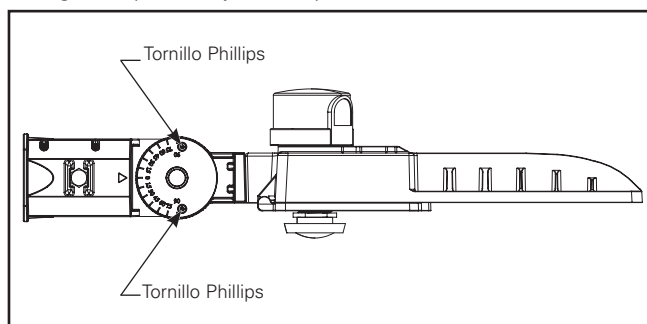

Figura 2.
1. Retire la placa de la cubierta en el brazo de montaje del conector deslizante mediante los dos tornillos de cabeza Phillips y déjela a un lado (Figura 2). No es necesario que quite completamente los cuatro tornillos de cabeza Phillips ya que cada tornillo tiene un anillo de goma que lo sujeta a la placa de la cubierta.
- Vuelva a instalar la placa de la cubierta del conector deslizante con dos tornillos de cabeza Phillips (Figura 2).